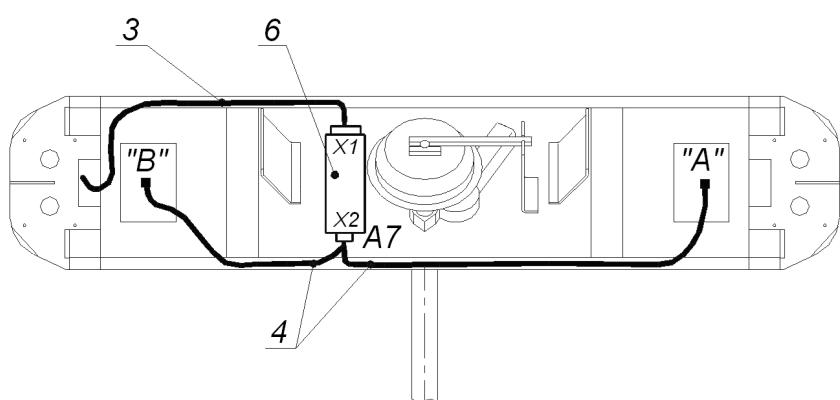
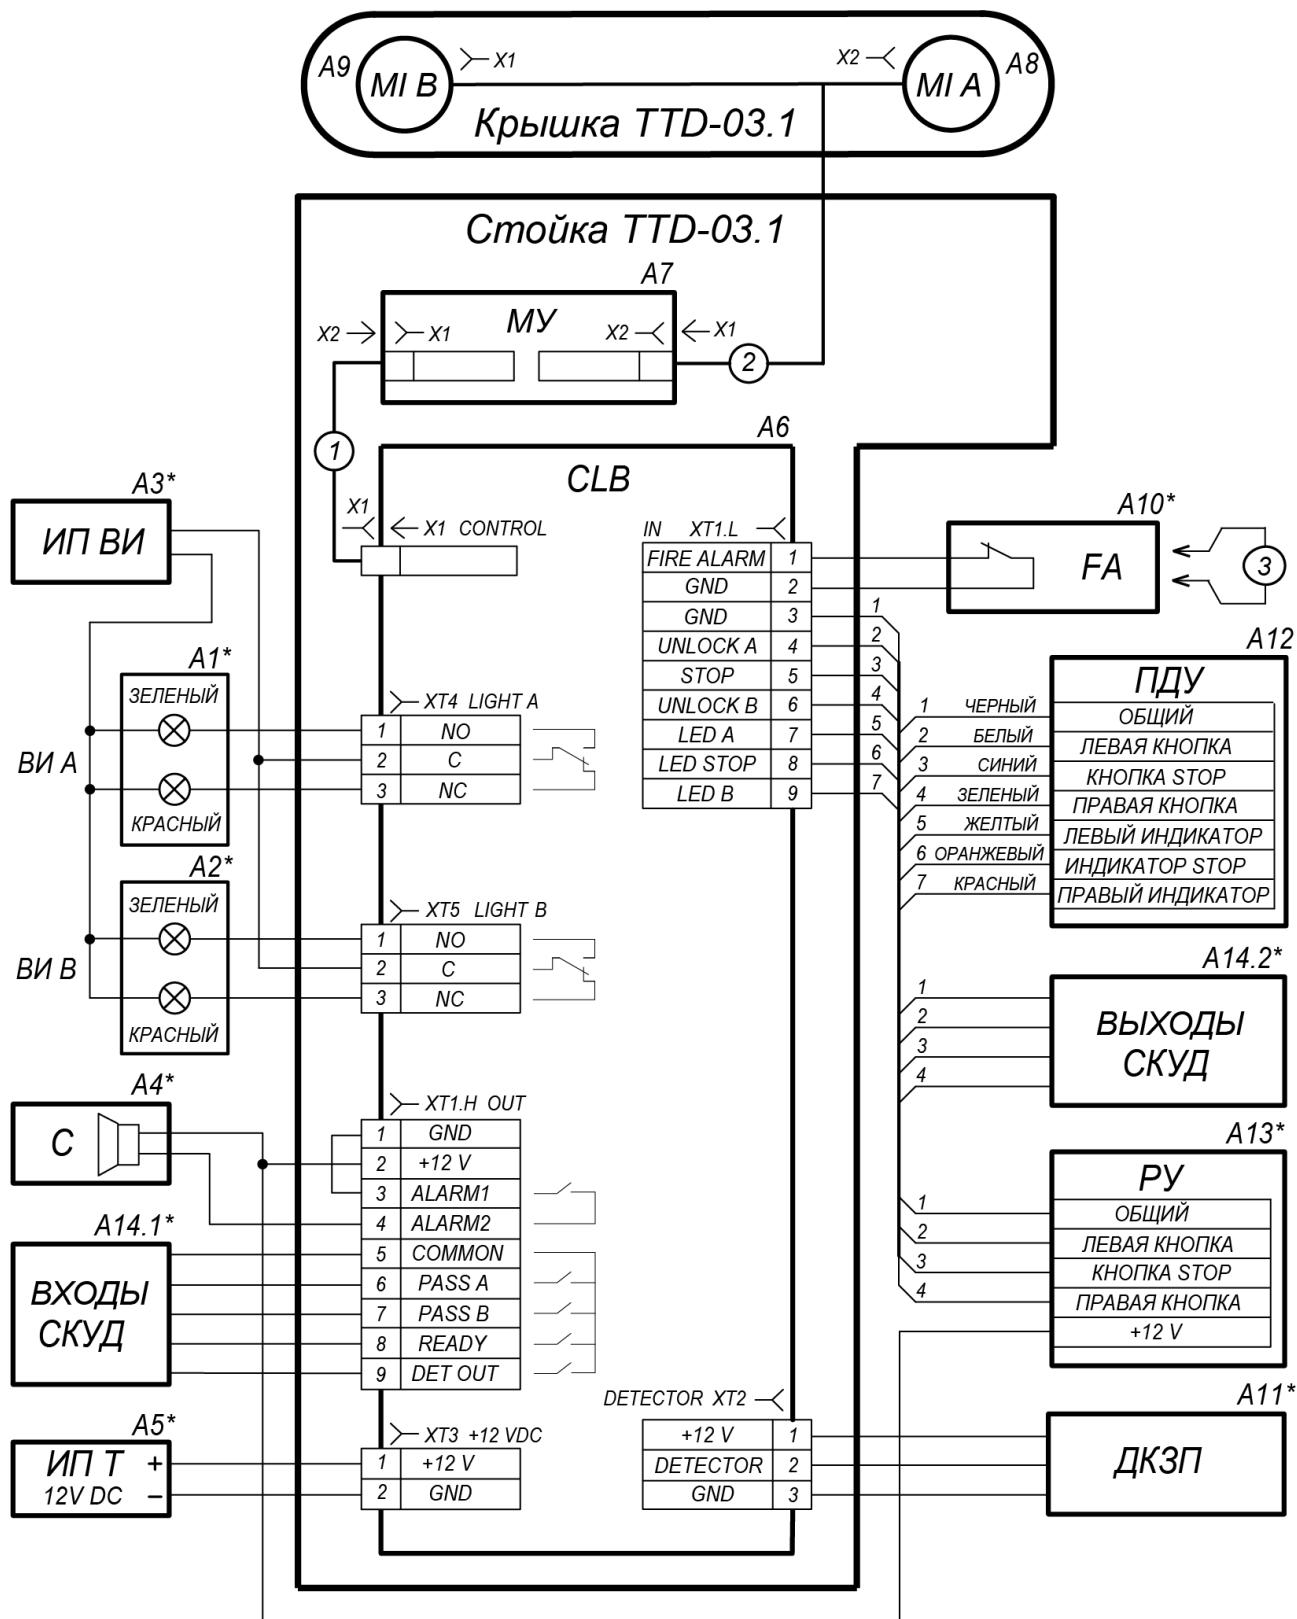

Рисунок 12. Схема прокладки кабелей в стойке турникета:
Рисунок 14. Схема электрическая соединений
Схема подключения турникета приведена на рис. 14. Расположение клеммных колодок на плате управления указано на рис. 4. Используемые при монтаже кабели указаны и их максимальная длина указаны в разд. 8.3. Рекомендации по подготовке установочной поверхности и организации зоны прохода приведены в разд. 8.1. При монтаже турникета придерживайтесь следующей последовательности действий:
- Все подключения к плате CLB выполняйте в соответствии со схемой электрических соединений (см. рис. 14). Прокладка кабелей внутри стойки турникета показана на рис. 12.
позиции A4, A6 – A9, A11 – см. рис. 14
9. При необходимости установите контроллер СКУД на отведенное для этого место. Если позволяют габариты контроллера СКУД (не более 250×175×40 мм), то имеется возможность его установки под одной из внешних стенок (2) турникета (например, под платой управления турникетом А6, см. рис. 12).